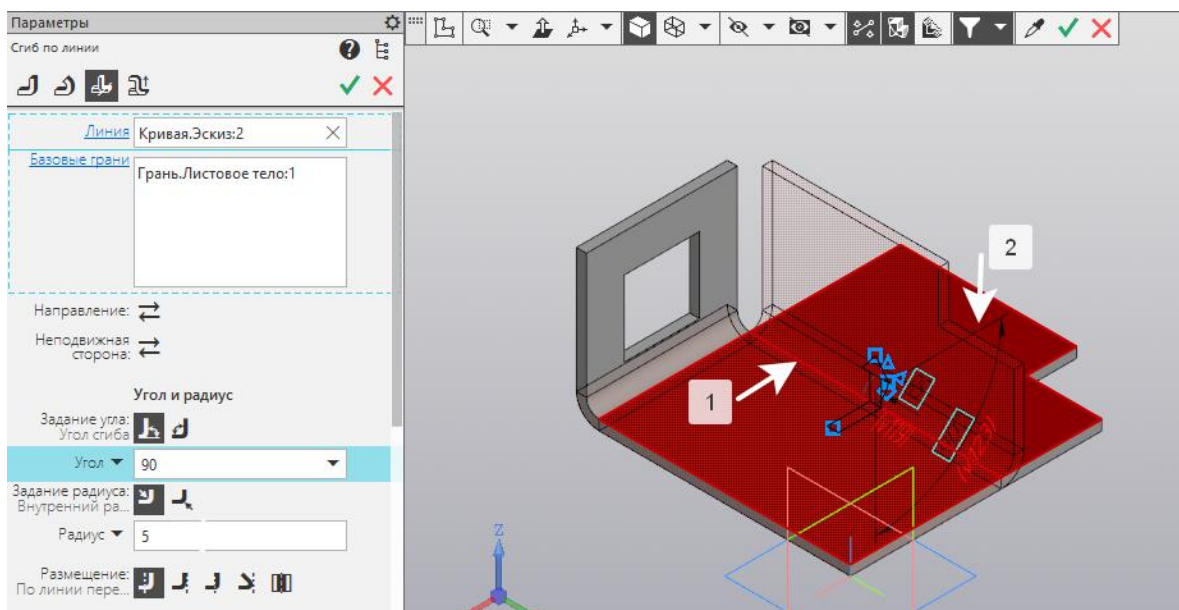

Рисунок 78.
7. Не выходя из режима -  **Сгиб по линии**, на листовой детали указать поочередно: (1) **Линия** и (2) **Базовые грани** (рисунок 78). **Создать объект** . Получили второй сгиб.